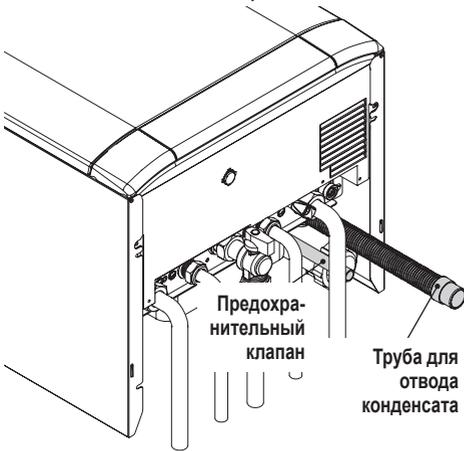

Рис. 5.4
- Подсоедините предохранительный клапан к сливной воронке, Рис. 5.4.
- Вставьте гибкий трубопровод слива конденсата Рис. 5.4 в домашний трубопровод для отвода конденсата или в сливную воронку предохранительного клапана, если слив пригоден для поступления кислотного конденсата.